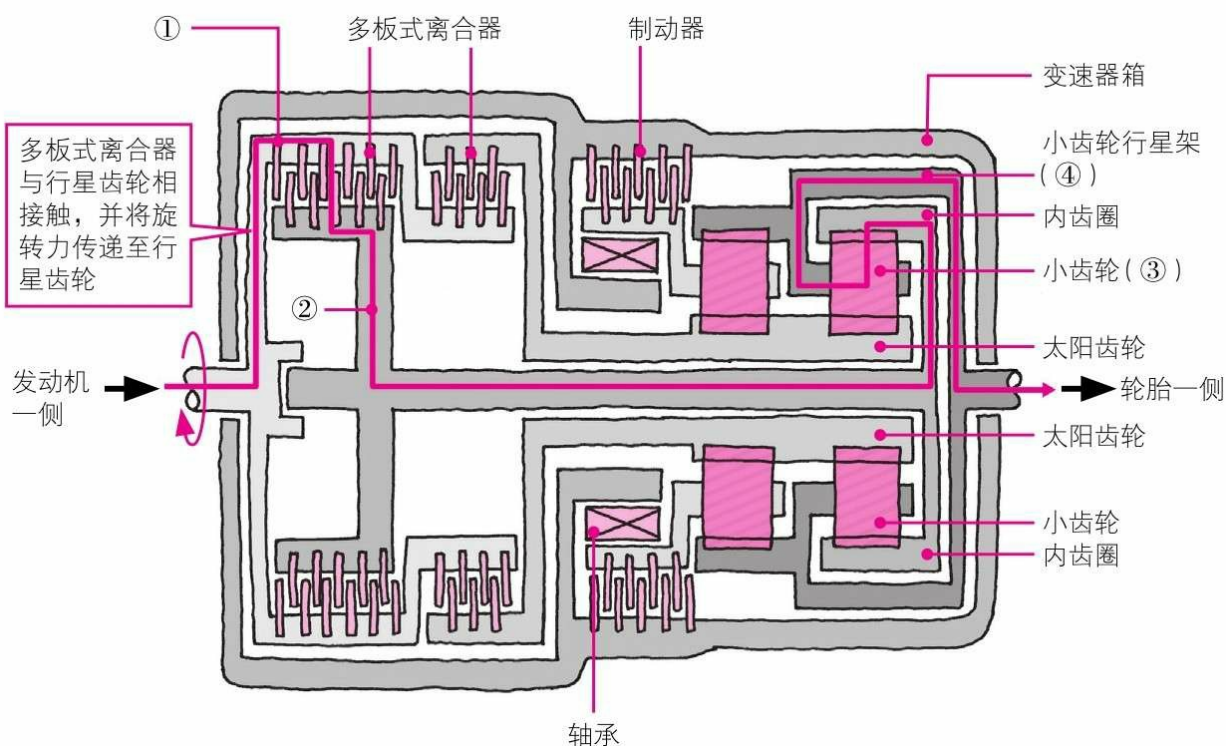

图3.13 行星齿轮中使用的多板式离合器
圆盘状的装置，而是重叠了几个小圆盘状的离合器的多板式离合器（图3.13）。
图3.13是装有行星齿轮和多板式离合器的变速箱的剖面图。图左侧的线是多板式离合器，右侧着色的长方形是行星齿轮中的小齿轮。图中并排着两组行星齿轮。啮合哪一个多板式离合器，决定了要将旋转力传递到行星齿轮的哪个齿轮。例如，啮合左上角的多板式离合器（①）时，旋转力随箭头所指通过中心轴（②）传递到右侧的小齿轮（③）。随后经过小齿轮中心时，小齿轮行星架（④）开始转动，将旋转力传递至轮胎。自动变速器就是通过如此复杂的切换自动变速的。